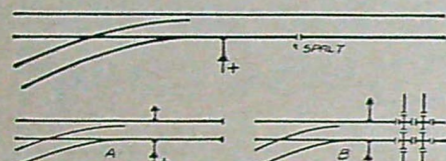

Fig. 2
FIGUR 1: Koppla aldrig en motorledning (+) på en skena, som leder direkt till eller från hjärtstycket i en växel, i detta fall ingen ledning till innerskenorna (A). Se stället fig. 2, 3 eller 6.